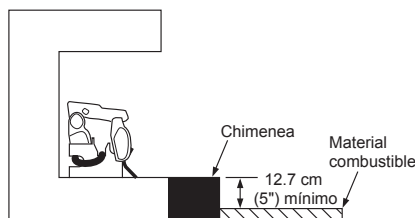

Figura 9 - Distancias mínimas para la chimenea sobre suelo combustible
- Quando los materiales combustibles estén a menos de 35.5 cm (14") de distancia al interior de la chimenea, debe instalar el calentador por lo menos a 12.7 cm (5") arriba del suelo combustible (consulte la figura 9).